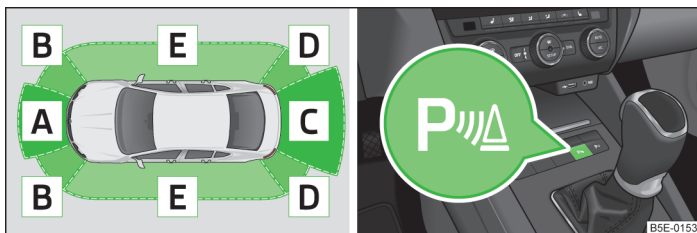

Fig. 129 Raza de acțiune a senzorilor / Tasta sistem
- Dacă după activarea sistemului se emite aproximativ 3 secunde un ton de avertizare, iar în jurul autovehiculului nu se găsește nici un obstacol, înseamnă că există o defecțiune în sistem. Defecțiunea este semnalizată și prin clipirea simbolului  din tasta  fig. 129 la pagina 145. Pe ecranul Infotainment se afișează , respectiv  în zona de eroare. Solicitați asistența de specialitate a unei unități de service.
Sistemul se activează automat la cuplarea **trepte marșarier** sau prin apăsarea tastei simbol  » fig. 129. În tastă se aprinde simbolul , activarea se confirmă printr-un semnal acustic scurt.
La autovehiculele cu dispozitiv de tractare montat din fabricație, în regimul de tractare remorcă sunt active numai zonele **A** și **B** » fig. 129 ale sistemului și nu are loc o afișare a carosabilului.